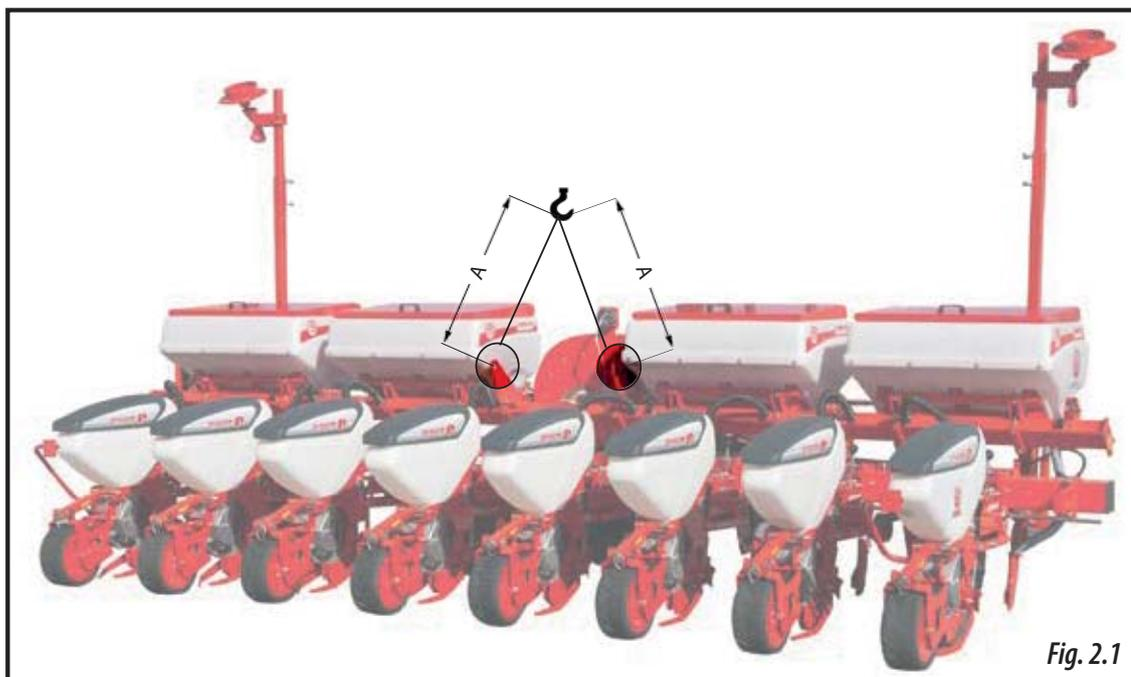

Fig. 2.1
- Les modèles **FIXE, VARIANT MANUEL, TÉLESCOPIQUE, VARIANT et VARIANT IDRA**, doivent être chargés et déchargés par 2 points (Fig. 2.1).
ATTENTION : RESPECTEZ LES DISTANCES : **A** (2 MÈTRES) POUR ÉVITER D'ENDOMMAGER LE SEMOIR PENDANT LE LEVAGE (Fig. 2.1).